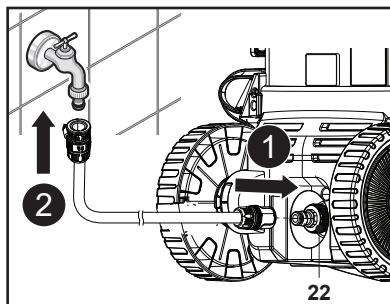

Fig. 10
2. Ligue a mangueira de jardim ao **adaptador de entrada de água (22)** no conector de entrada de água (12) da máquina (Fig. 10, passo 1). Utilize sempre uma união padrão para a entrada de água. O comprimento da mangueira não pode ser superior a 8 m para um funcionamento adequado.
3. Ligue a outra extremidade da mangueira de jardim a um fornecimento de água (Fig. 10, passo 2).